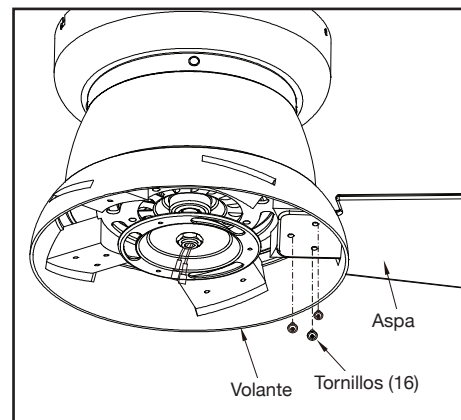

Figura 9
1. Inserta el aspa en la abertura del centro del volante, alinea los tres orificios para tornillo en el aspa con sus correspondientes en el volante, y asegura con los tornillos incluidos. (Figura 9)